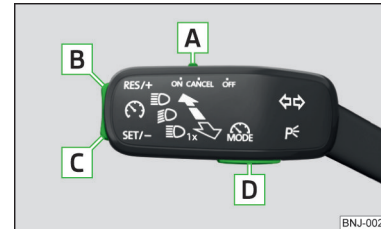

Abb. 208
Übersicht der Bedienelemente der GRA » Abb. 208
- ▶ Durch das Drücken der Taste **D** » Abb. 208.
- Durch das Drücken der Taste **[D]** » Abb. 208 während der Regelung wird diese abgebrochen und es wird der Geschwindigkeitsbegrenzer aktiviert.